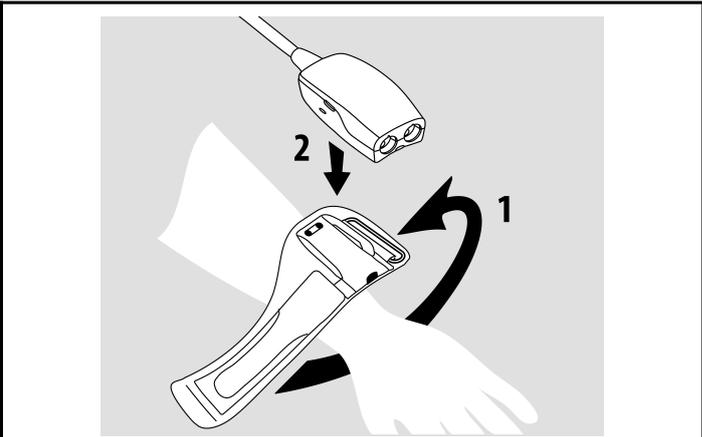

Figure 2 ■ Figure 2 ■ Abbildung 2 ■ Figura 2 ■ Figura 2 ■ Afbeelding 2
■ Figur 2 ■ Figur 2 ■ Εικόνα 2 ■ Figura 2 ■ Obrázek 2 ■ 2. ábra ■ Rysunek 2
■ 2. attēls. ■ Şekil 2 ■ Рис. 2 ■ Slika 2 ■ Slika 2